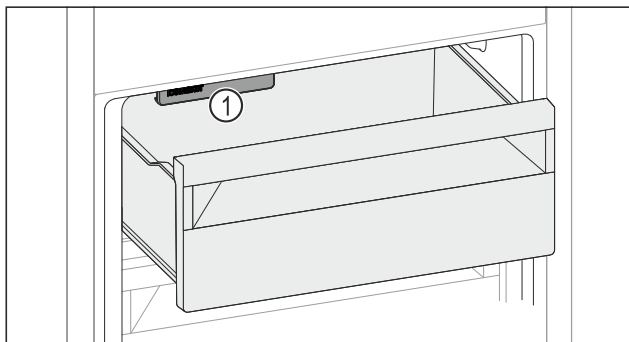

Fig. 142
- IceMaker Fig. 142 (1) berücksichtigen.